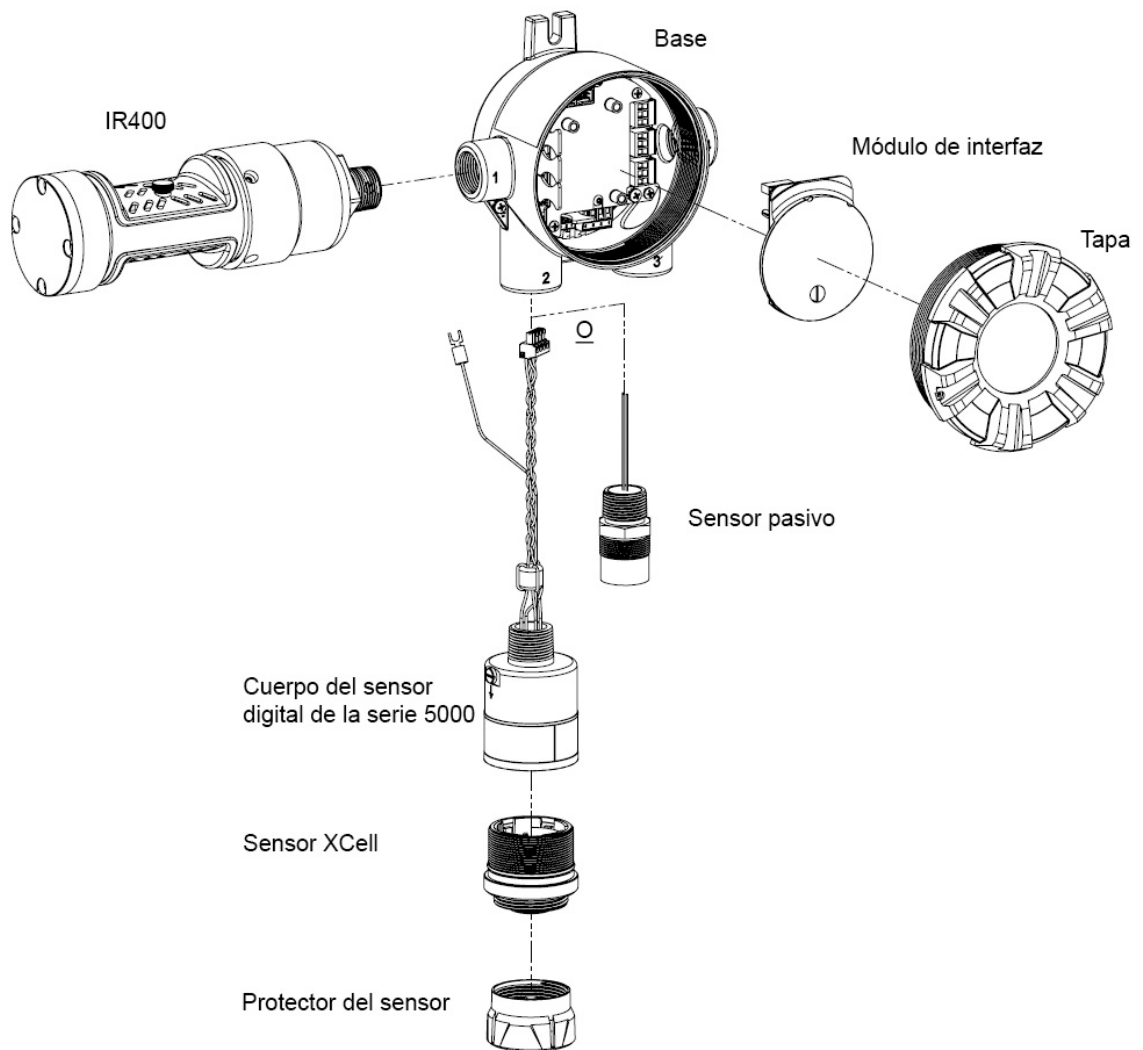

Fig. 3 Vista despiezada
- ▶ Respete las siguientes advertencias a la hora de desmontar o sustituir los sensores. Consulte en Fig. 3 una vista general de los componentes.
- ▶ Respete las siguientes advertencia a la hora de desmontar o sustituir los sensores. Consulte en Fig. 3 una vista general de los componentes.
- ▶ No monte el cabezal sensor expuesto directamente a la radiación solar sin un parasol (n.º de ref. 10180254).